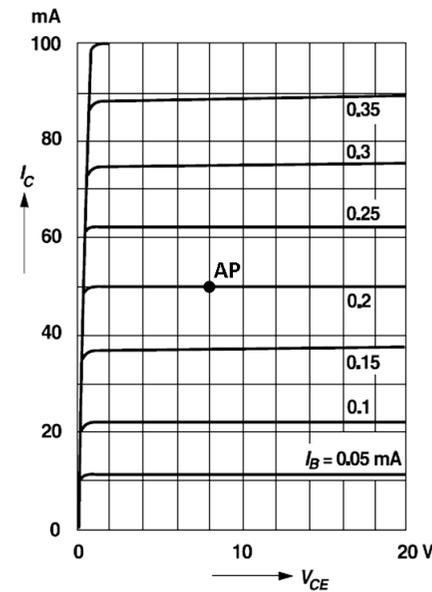

Abb. 4.2:
Der Arbeitspunkt ist in Abb. 4.2 gegeben.
a2) Zeichnen Sie die statische Arbeitsgerade AGS in Abb. 4.2 ein.
- b1) Ermitteln Sie $I_{B,AP}$ aus Abb. 4.2.
Zeichnen Sie in Abb. 4.2 die dynamische Arbeitsgerade AGD für $R_L = 1 \text{ k}\Omega$ ein.